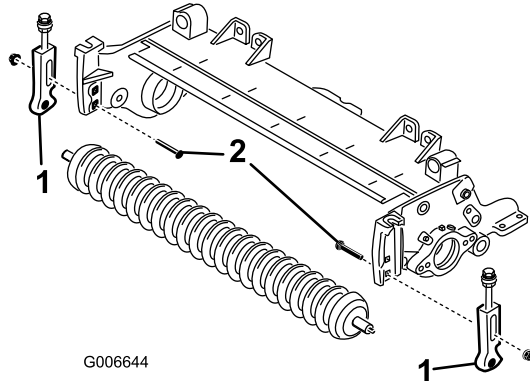

Bild 3
3. Nehmen Sie die Schlossschrauben und Muttern ab, mit denen die Schnitthöhenhalterungen an den Seitenplatten des Mähwerks befestigt sind (Bild 3).
5. Nehmen Sie die Schnitthöhenhalterungen und die Frontrolle von den Seitenplatten des Mähwerks ab (Bild 3).